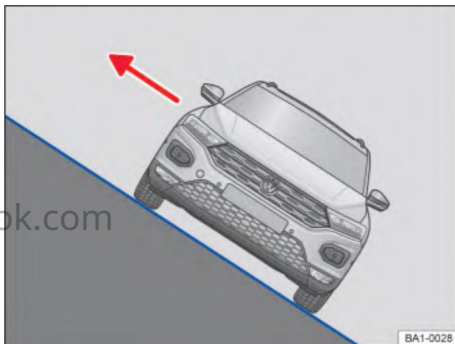

Рис. 121. После парковки в наклонном положении: сойдите со стороны автомобиля, обращенного в гору (схематическое изображение)
- Если автомобиль припаркован на склоне с большим уклоном, пассажиры не должны выходить из автомобиля через дверь, направленную вниз по склону, так как это может привести к смещению всего центра тяжести в сторону. Автомобиль может опрокинуться или перевернуться и соскользнуть вниз по склону. Во избежание этого всегда осторожно покидайте автомобиль только через дверь на стороне, обращенной в гору **Рис. 121.**